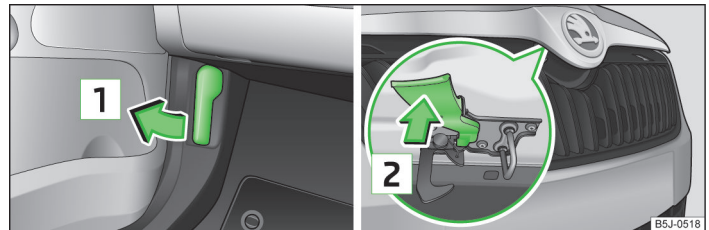

Abb. 126 Entriegelungshebel für Motorraumklappe / Entriegelungshebel
» Abb. 126.
- Den Entriegelungshebel in Pfeilrichtung **2** drücken » Abb. 126, die Motorraumklappe wird entriegelt.
Niemals die Motorraumklappe am Entriegelungshebel öffnen » Abb. 126.